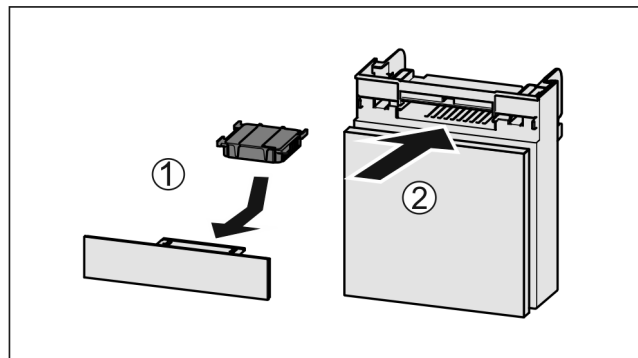

Fig. 70
- Inserire il vano Fig. 70 (2).